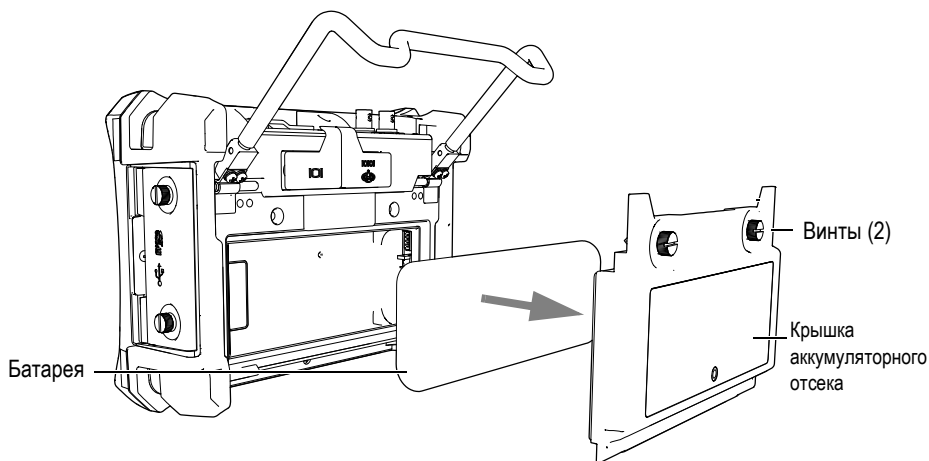

Рис. 1-10 Снятие крышки аккумуляторного отсека и извлечение ионно-литиевой батареи
2. Освободить два винта, удерживающих крышку аккумуляторного отсека на задней части инструмента, а затем снять крышку аккумуляторного отсека (см. Рис. 1-10 на странице 25).
3. Извлечь ионно-литиевую батарею (если она установлена) [см. Рис. 1-10 на странице 25].